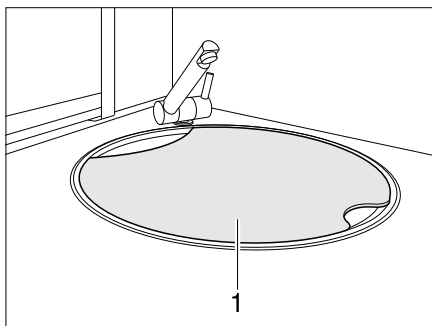

Fig. 11 Recouvrement d'évier
- ▶ En cas d'accident ou de freinage d'urgence, le recouvrement d'évier (Fig. 11,1) peut blesser les passagers du véhicule. Avant chaque départ, retirer le recouvrement d'évier et le ranger en sûreté dans le bloc cuisine ou dans la penderie.